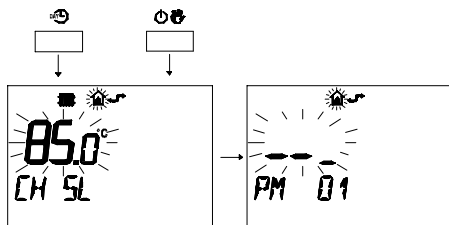

fig. 9.18
- 2 Premere contemporaneamente i pulsanti  e  per entrare nella programmazione trasparente (fig. 9.18)